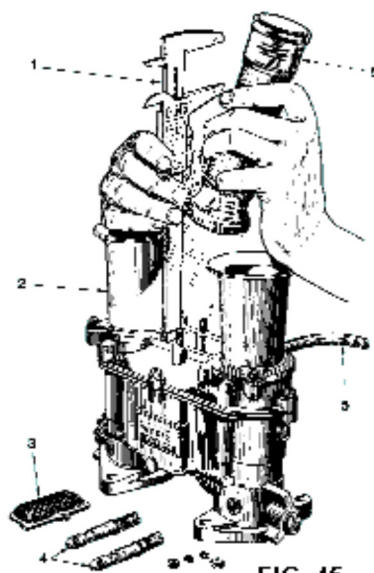

FIG. 45
b) A l'intérieur du puisard, après avoir enlevé le jet d'air et le tube d'émulsion, au moyen d'un pied à coulisse **1** et d'une torche électrique **6**, comme montré par la **Fig. 45**.
15) Trompettes - Fig. 45